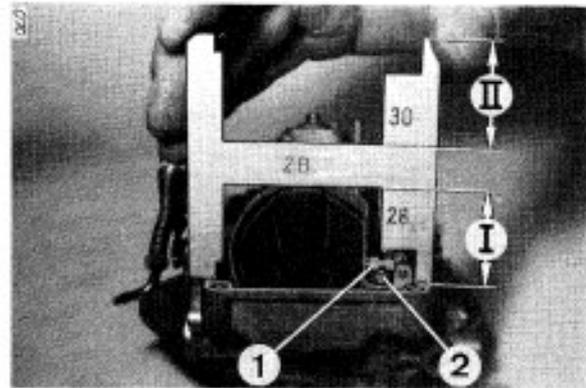

Bild 22
### 2. SCHWIMMER/NIVEAU (Bild 22, 23)
- Schwimmerjustierung gemäß Bild 22 prüfen.